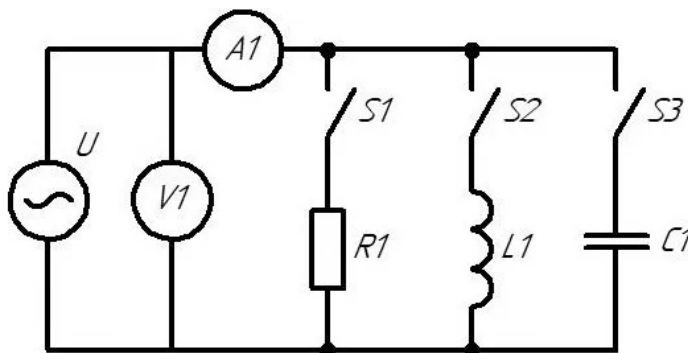

Рис. 2.1 Схема электрической цепи
1. Собрать в виртуальной лаборатории Circuit Simulator, с помощью изученных ранее методов, схему электрической цепи синусоидального тока для исследования резистивного, индуктивного и емкостного элементов (рис. 2.1).